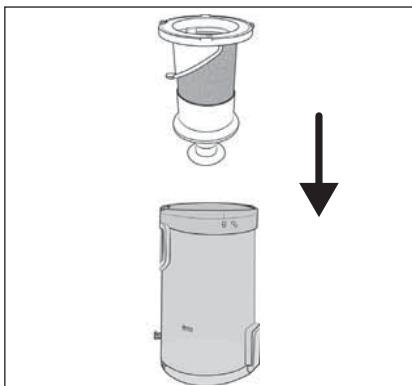

Fig. 26
- 6) Insérez le filtre en acier inoxydable ⑥ dans le bac à poussière ⑦ et poussez-le jusqu'en bas (voir fig. 26). Notez que le filtre en acier inoxydable ⑥ est doté de dispositifs d'arrêt de différentes tailles. Le filtre en acier inoxydable ⑥ ne s'insère dans le bac à poussière ⑦ que dans une seule position du fait de ces dispositifs d'arrêt.